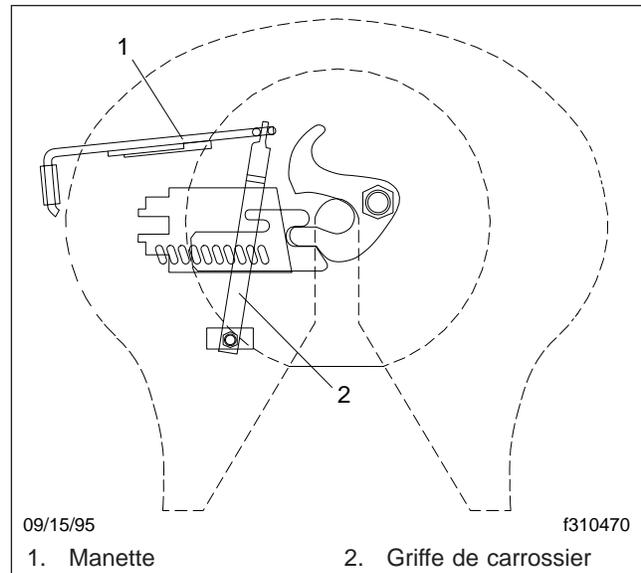

Fig. 2, Alignement de la griffe de carrossier et de la manette
5. La griffe de carrossier et la manette doivent être bien alignées. Voir la **figure 2**. Remplacez la griffe ou la manette si elle est tordue ou mal alignée.